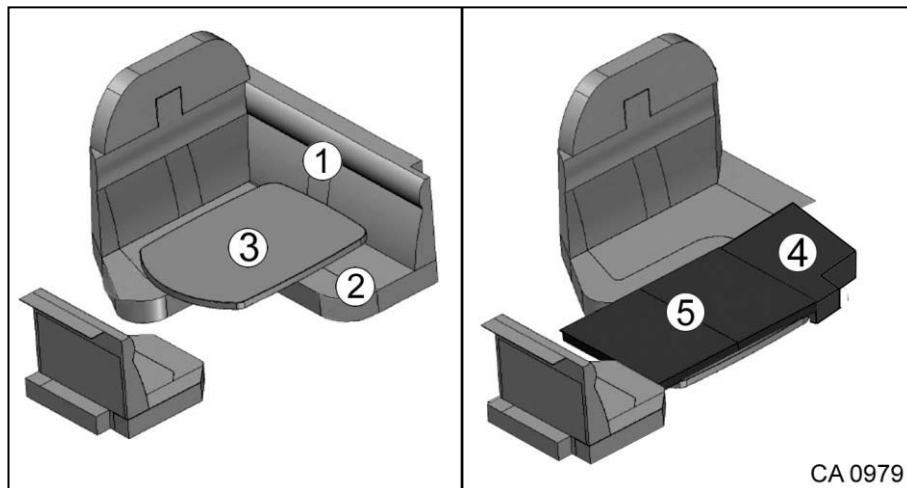

Fig. 83 Transformer les canapés en couchage pour la nuit
1. Enlever le coussin dossier (Fig. 83/1) et le coussin d'assise (Fig. 83/2).
2. Abaisser la table (Fig. 83/3).
3. Mettre en place le premier coussin d'appoint (Fig. 83/4).
4. Mettre en place le deuxième coussin d'appoint (Fig. 83/5).